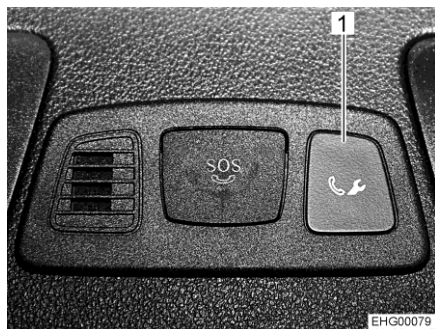
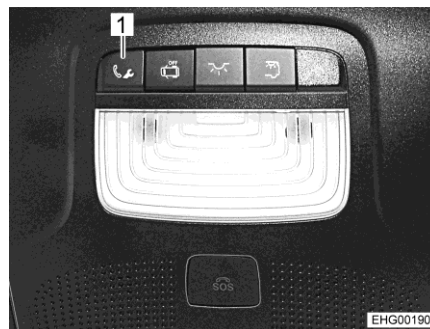

Bild 10 Knapp för samtal till vägassistans (mittkonsol)
Bild 11 Knapp för samtal till vägassistans (takkonsol)
- Tryck på knappen (Bild 10,1 resp. Bild 11,1) för samtal till vägassistans. Uppringning sker till Mercedes-Benz kundcenter.